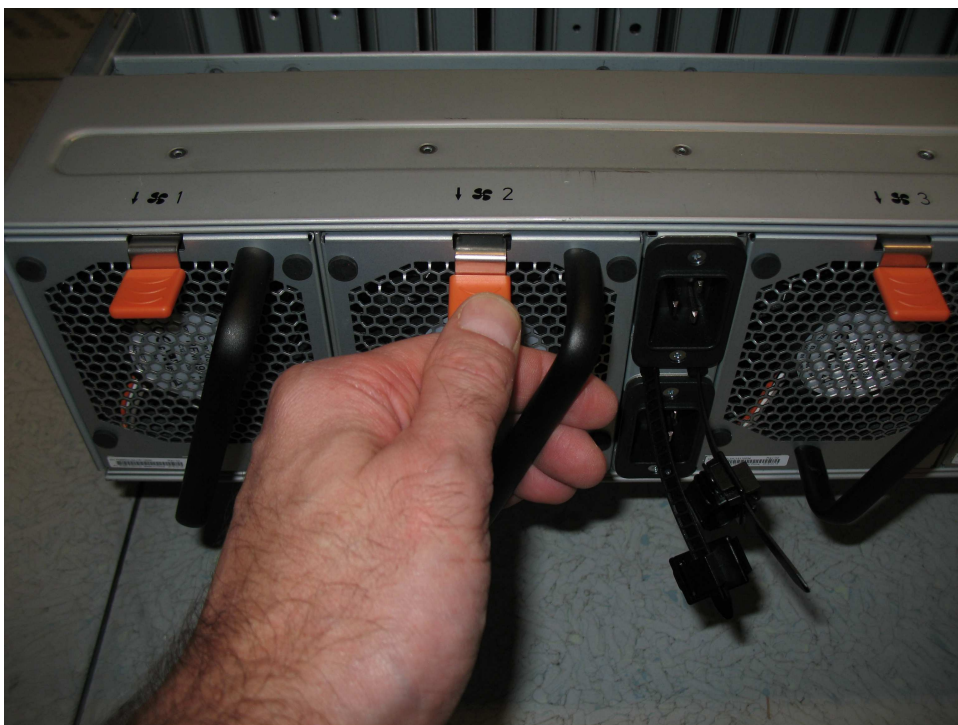

Figura 121. Guia de liberação do módulo de ventilador
2. Pressione a guia de liberação no módulo de ventilador, conforme mostrado em Figura 121 na página 133.